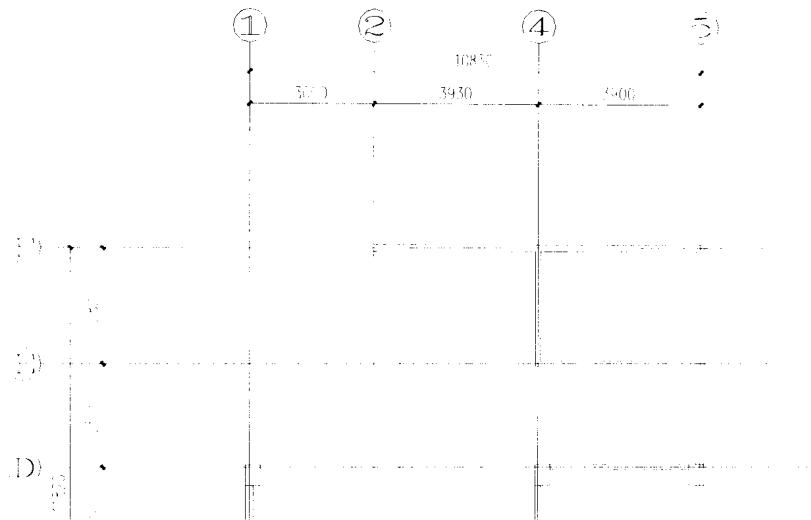

图 1-11 D 轴柱子示例
- (4) 自由复制生成D轴(4,D)、(5,D)、(1,D)上的3个柱子。与步骤(3)的操作方法基本相同，选取并复制(4,A)、(5,A)2个柱子，再向上移动6150，即生成D轴上的(4,D)、(5,D)2个柱子，再复制(4,D)并向左移动6960生成(1,D)，如图1-11所示。